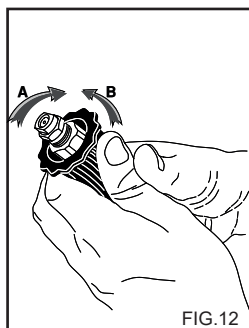

FIG.12
ИСПОЛЬЗОВАНИЕ РЕГУЛИРУЕМОЙ ГОЛОВКИ (рис. 12).
2) Запустите аппарат, откройте кран моющего раствора (если есть), включите всасывание моющего средства, находящуюся на насадке пистолета (рис. 12) и распылите раствор на загрязненную поверхность снизу вверх. Оставьте раствор на несколько минут.